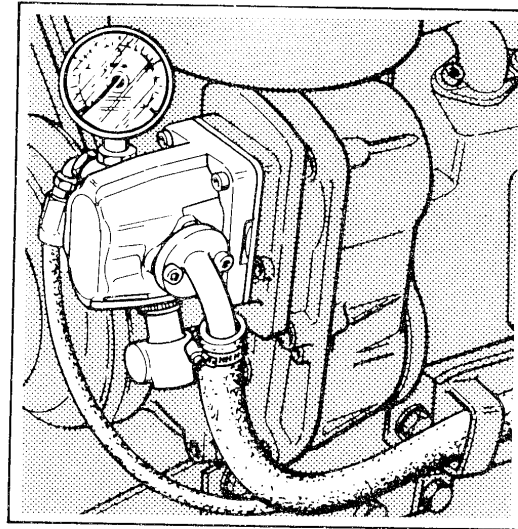

Bild 25 - Fig. 25
1. Ein Manometer mit Anzeigeskala bis mindestens 250 kg/cm^2 auf dem Vorlaufstutzen der Hydraulikpumpe anbringen (siehe Bild 25).
Bemerkung - Der Flanschanschluss der Hydraulikpumpe mit dem Motorkörper kann sich auch in einer anderen, als im Bild 25 dargestellten Lage befinden. **Die Anbaulage kann je nach dem verwendeten Motortyp variieren.**
1. Install a pressure gauge having 250 kg/sq.cm minimum end-of-scale to the delivery fitting of the hydraulic pump (see fig. 25).
Note — The hydraulic pump pad on engine body may be located in a position other than shown in figure 25. **The location may vary depending upon the engine mounted on the tractor.**
1. Installer sur le raccord de refoulement de la pompe hydraulique un manomètre ayant bout d'échelle au moins de 250 Atm (voir fig. 25).
Nota — Les brides de la pompe hydraulique sur le corps du moteur peuvent avoir une position différente par rapport à fig. 25. **La position est en fonction du moteur installé sur le tracteur.**